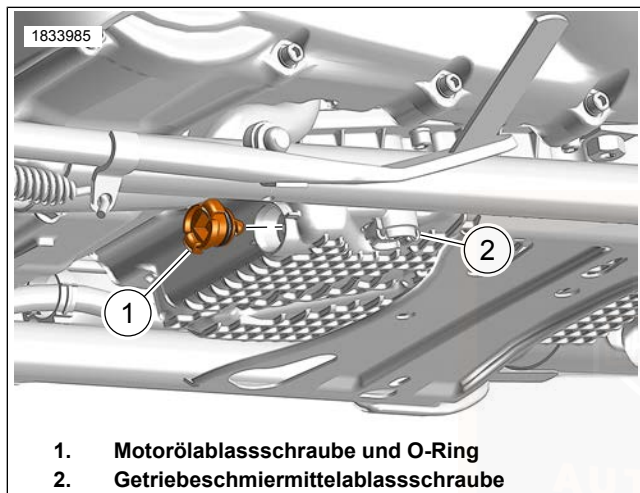

Abbildung 85. Ölablassschraube
- a. Siehe Abbildung 85. Die Motorölablassschraube und den O-Ring (1) ausfindig machen.